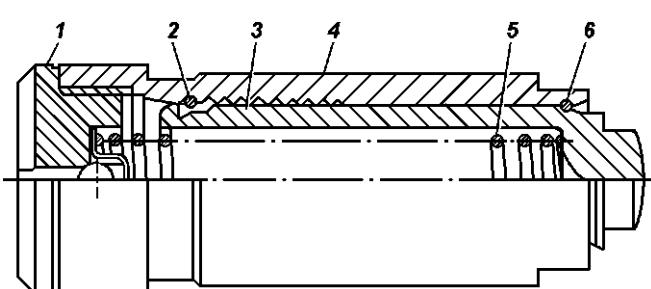

Рис. 4.47. Гидронатяжитель:
- в плунжер вставьте пружину 5 (рис. 4.47). На пружину установите клапан 1 гидронатяжителя и, скжимая пружину, заверните его в корпус, при этом стопорное